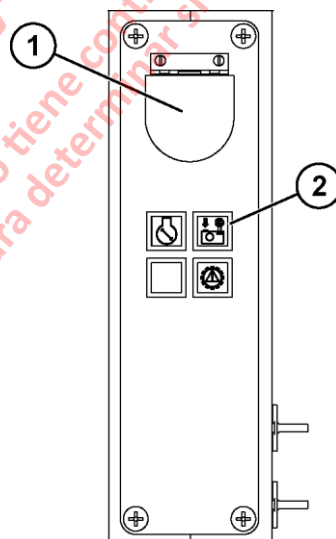

FIGURA 11-5. PARTE POSTERIOR DE LA CONSOLA CENTRAL
Una instantánea manual se toma presionando el botón almacenar datos (1, Figura 11-5), ubicado en la parte posterior de la consola central. Cuando el controlador del KOMTRAX PLUS está registrando la extracción de datos de 7.5 minutos, se encenderá la luz de extracción de datos en progreso (2). Durante los primeros cinco minutos, el LED se encenderá continuamente. Durante los próximos dos minutos, el LED destellará lentamente. Durante los últimos 30 segundos, el LED destellará rápidamente.